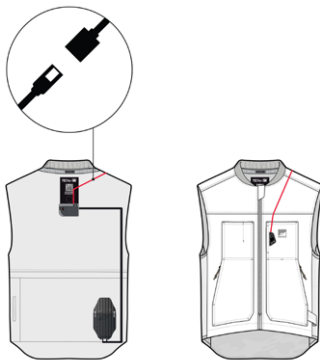

图 16
1. 打开系统背面口袋中的电子控制装置 (3)。要进入口袋，请使用背心内侧的拉链和钩扣打开背心。
2. 断开为 LED 显示屏 (2) 供电的电缆，如图 16 所示。